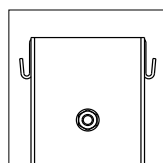

Figure 5.2.f
- E. Fixez un châssis de montage sur l'autre support en I avec 3 boulons M8x50 mm. Voir figure 5.2.f.